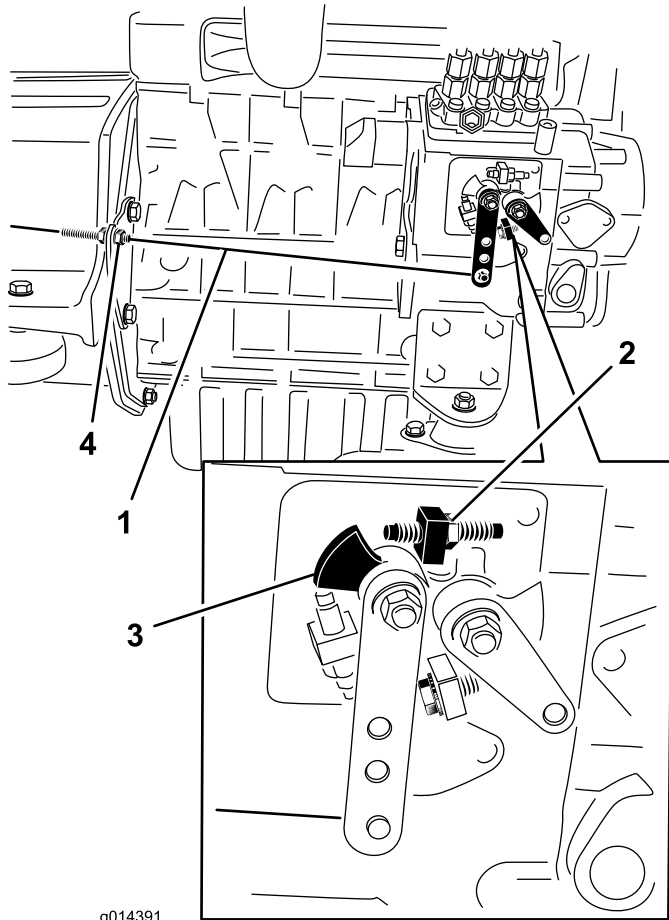

図 28
2. エンジンの燃料噴射ポンプについている速度コントロールレバーの位置を確認する。スロットルコントロール・レバーをFAST位置ディテント位置にセットした状態で、速度コントロール・レバーが高速ねじに接触していれば適正図 28。
3. 必要であれば、スロットル・コントロール・ケーブルのジャムナットの位置を調整して、スロットル・コントロール・レバーをFAST位置ディテント位置にセットした時に速度コントロール・レバーが高速ねじに接触するようにする図 28。